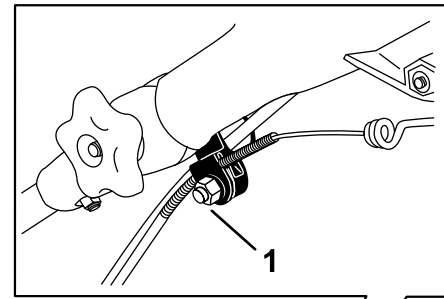

Figura 42
- Afloje la tuerca del soporte del cable (Figura 42).